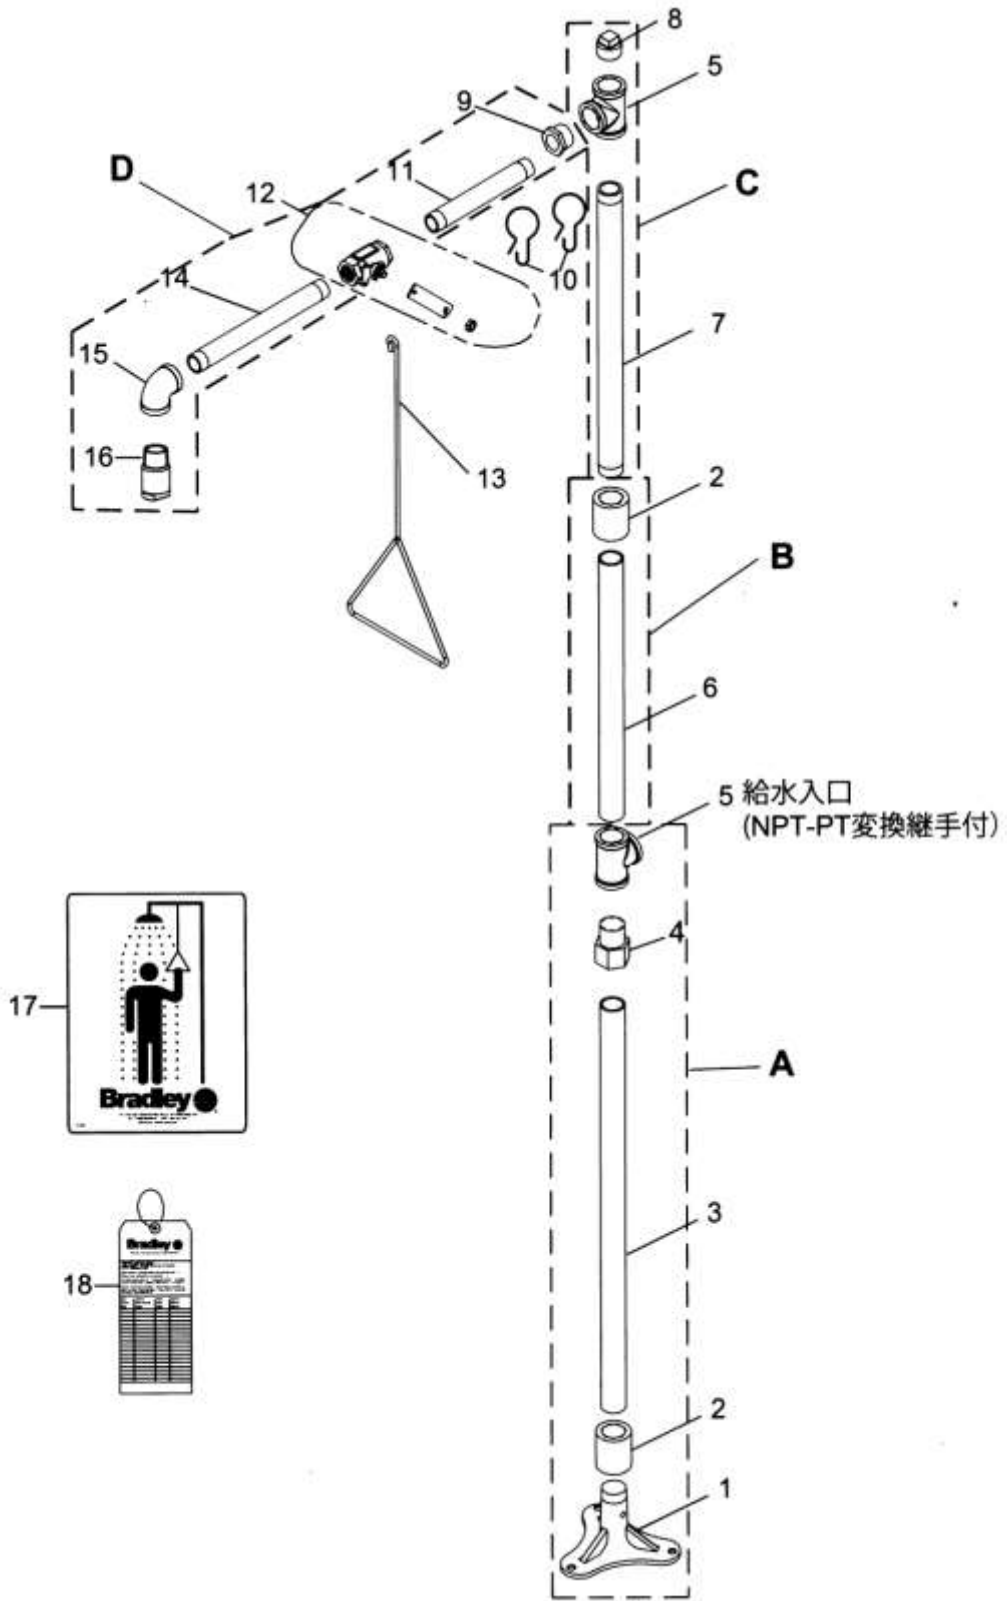

図 1
1.全部品をボックスの中から取り出し、図 1 並びに部品リストと照合し、不足がないか確認して下さい。